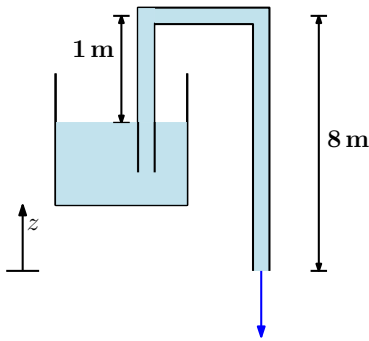

Figura 4: Sifão.
**Exercício 4.** O tubo em U da figura 4 funciona como um sifão. O ponto mais alto deste tubo está a  $1 \text{ m}$  acima da superfície livre da água, e a saída situa-se a  $7 \text{ m}$  abaixo dessa superfície. Desprezando os efeitos viscosos, (a) determine a velocidade do jato livre e a pressão absoluta do fluido no ponto mais alto